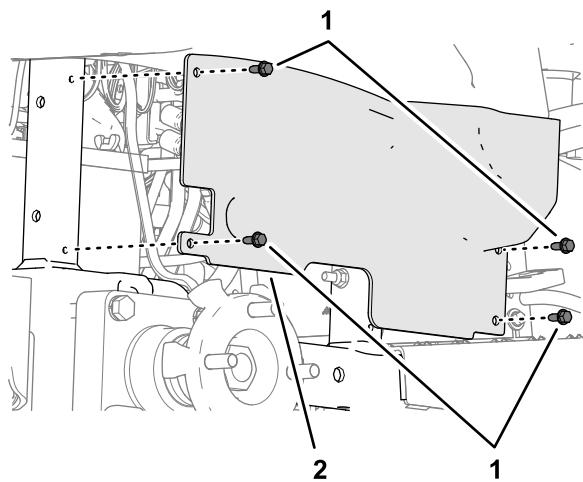

Рисунок 31
3. Отверните 4 колпачковых винта с фланцем ( $\frac{1}{4} \times \frac{5}{8}$  дюйма), которые крепят кожух колеса к раме машины (Рисунок 31).
6. Совместите отверстия в кожухе колеса с рамой машины (Рисунок 31) и прикрепите кожух к раме с помощью 4 колпачковых фланцевых винтов ( $\frac{1}{4} \times \frac{5}{8}$  дюйма), снятых при выполнении пункта 3.